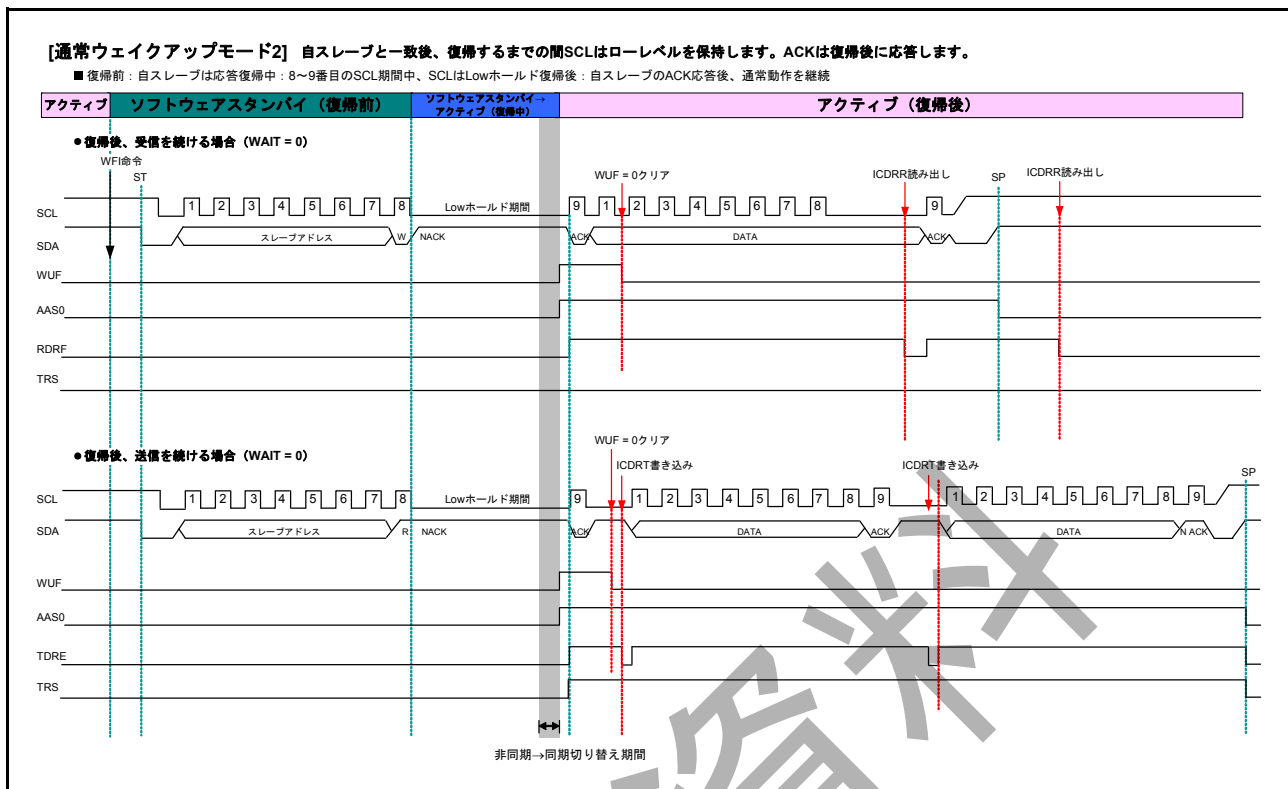

図 26.34 ノーマルウェイクアップモード2のタイミング
1. スレーブアドレスの一致によってトリガされたウェイクアップ割り込みにより、以下のような通常動作への遷移が行われます。図 26.34 に詳細なタイミングを示します。